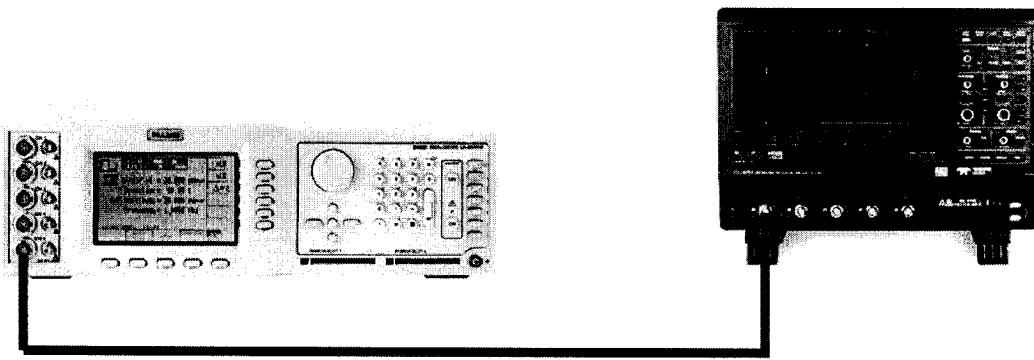
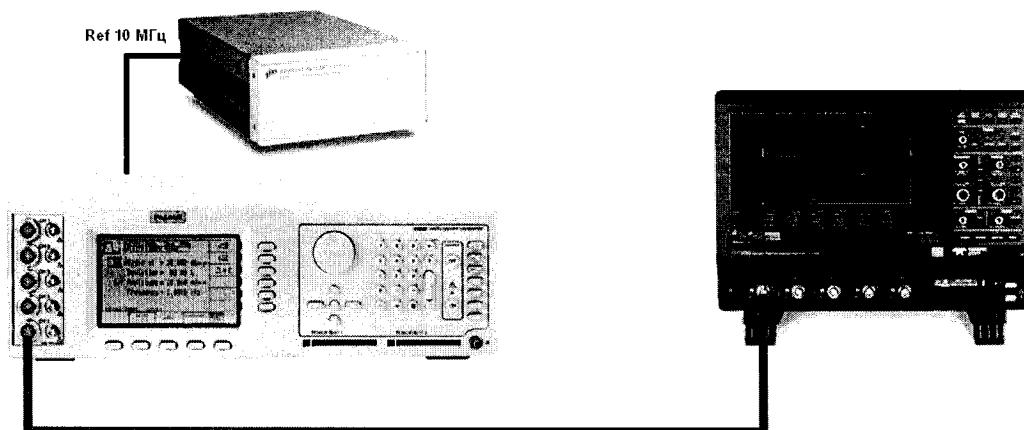

Рис. 1
Рис. 2
1. Собрать схему поверки, приведенную на рис. 1.
1. Собрать схему поверки, приведенную на рис. 1. Использовать вход «50 Ом» канала 1 осциллографа.
1. При установленной в калибраторе Fluke 9500B опции 100 использовать схему поверки, приведенную на рис. 1. При отсутствии данной опции у калибратора, собрать схему поверки, приведенную на рис. 2.
2. При использовании схемы на рис. 2, подключить ко входу внешней опорной частоты калибратора источник стабильной частоты с относительной погрешностью частоты внутреннего опорного генератора не хуже  $2,5 \cdot 10^{-7}$ . Например, стандарт частоты рубидиевый FS 725. Выполнить синхронизацию калибратора с внешним стандартом частоты.
6. Определить погрешность частоты внутреннего опорного генератора и пределов погрешность измерения временных интервалов по формулам (3) и (4):